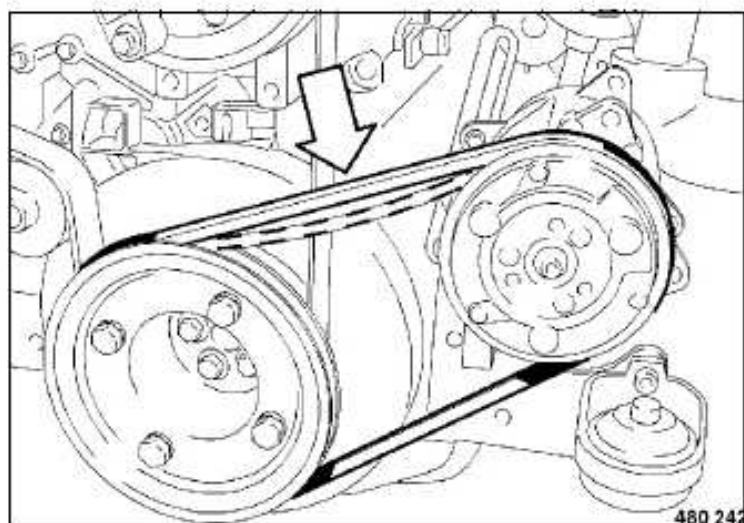

Fig. 113
- Comprobación visual de la correa trapezoidal (Fig. 113) por todo su contorno por deterioros o grietas. Cambiar una correa trapezoidal deteriorada o desgarrada.